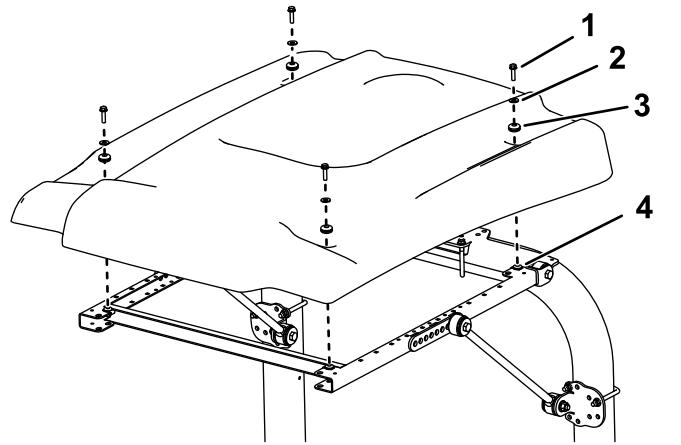

図 49
9. 図 49 に示すようにサンシェードをフレームに載せて、取り付け穴を整列させる。
10. サンシェードの各コーナー部をフレームに仮止めするフランジヘッドボルト $5/16 \times 1\frac{1}{4}$ "1本、小さいワッシャ1枚、ハトメ1個を使用する図 49。